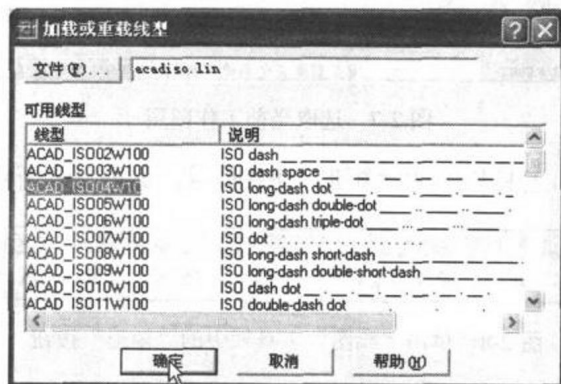

图 2-5 “加载或重载线型”对话框
(9) 单击“加载”按钮，弹出“加载或重载线型”对话框，如图 2-5 所示。